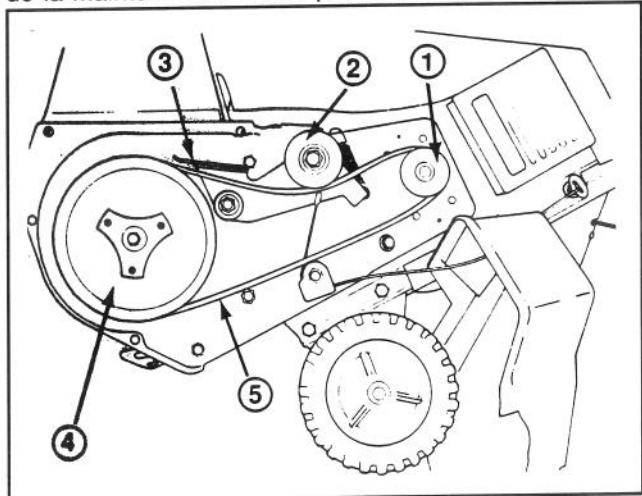

Figure 14
5. DEPOSE DE LA COURROIE (Fig. 14)—Dégarez la courroie du galet tendeur. Poussez le galet tendeur vers le bas et glissez la courroie hors de la poulie du rotor, du galet tendeur et de la poulie du moteur.
6. POSE DE LA COURROIE (Fig. 14)—Passez la courroie autour des poulies du rotor et du moteur, tout d'abord sans la glisser entre la poulie du rotor et le frein. Ensuite, poussez le galet tendeur vers le bas et glissez la courroie entre la poulie du rotor et le frein. Relâchez le galet tendeur et glissez la courroie au dessous de ce dernier.